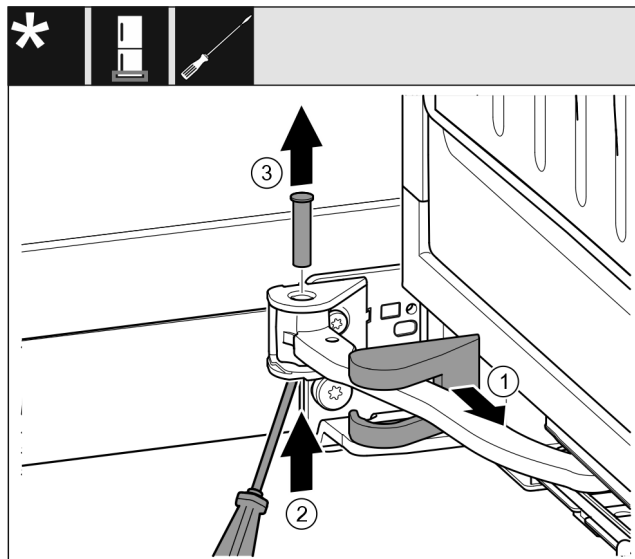

Fig. 15
- ▶ Odstranite pokrov ležajnega podstavka in ga zamknite vzdolž zgibnega dela. Fig. 15 (1)
- ▶ Sornik s prsti ali izvijačem dvignite od spodaj. Fig. 15 (2)
- ▶ Izvijač zatakните pod glavo sornika in ga izvlecite. Fig. 15 (3)